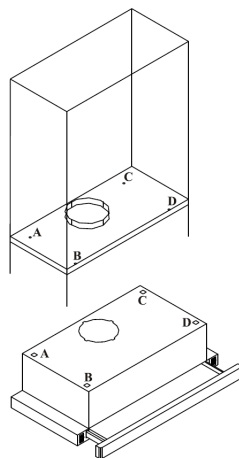

Fig.3
- I overskapets nederste hylle skjæres det ut et hull med en diameter på 130 mm til røret som skal lede ut avtrekksluften. Deretter bores det hull til ventilatorens festeskruer (fig. 3). For å unngå feil ved plassering av de enkelte hullene skal den medfølgende papirsjablongen brukes til avmerking av skruerhull og hull til avtrekksrøret i overskapets nederste hylle.
- I overskapets nederste hylle skjæres det ut et hull med en diameter på 130 mm til røret som skal lede den rensede luften tilbake i kjøkkenet. Deretter bores det hull til de medfølgende monteringskruene (fig. 3).